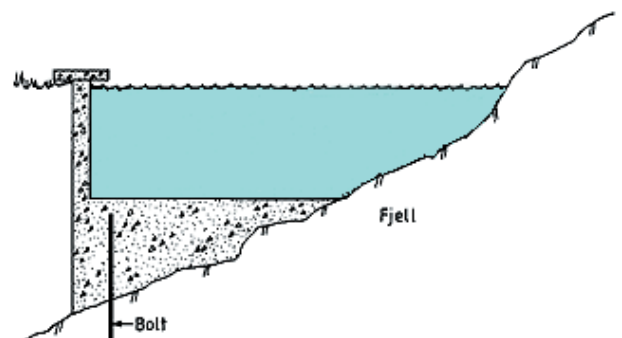

Fig. 513
- 513 *Fundamentering helt eller delvis på fjell*. Plasstøpte bassenger legges på rent fjell der armeringen er forankret i bolter som er boret ned med én meters avstand, se fig 513. Bassenger av dukmateriale må ha ramme/kanter som er telesikkert fundamentert.